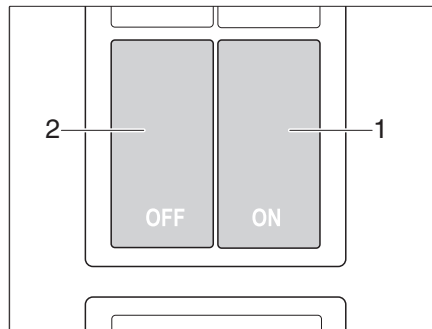

Fig. 117 Interrupteur de verrouillage central de la cuisine intégrée
La cuisine intégrée est équipée d'un verrouillage central. Les portillons et tiroirs du bloc cuisine peuvent être verrouillés et déverrouillés manuellement avec l'interrupteur (Fig. 117).
- Verrouiller* ■ Appuyer sur l'interrupteur ON (Fig. 117,1). Les portillons et les tiroirs du bloc cuisine sont verrouillés.
- Déverrouiller* ■ Appuyer sur l'interrupteur OFF (Fig. 117,2). Les portillons et les tiroirs du bloc cuisine sont déverrouillés.